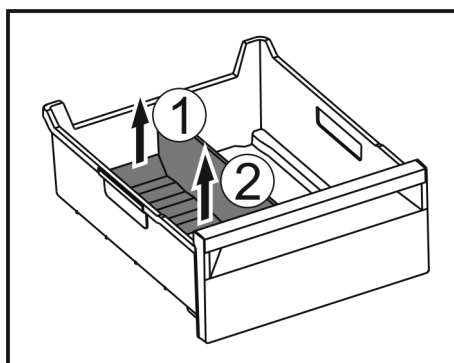

Fig. 54
- ▶ Повдигнете задната част на разделителя на отделението за лед. Fig. 54 (1)
- ▶ Извадете разделителя на отделението за лед нагоре. Fig. 54 (2)